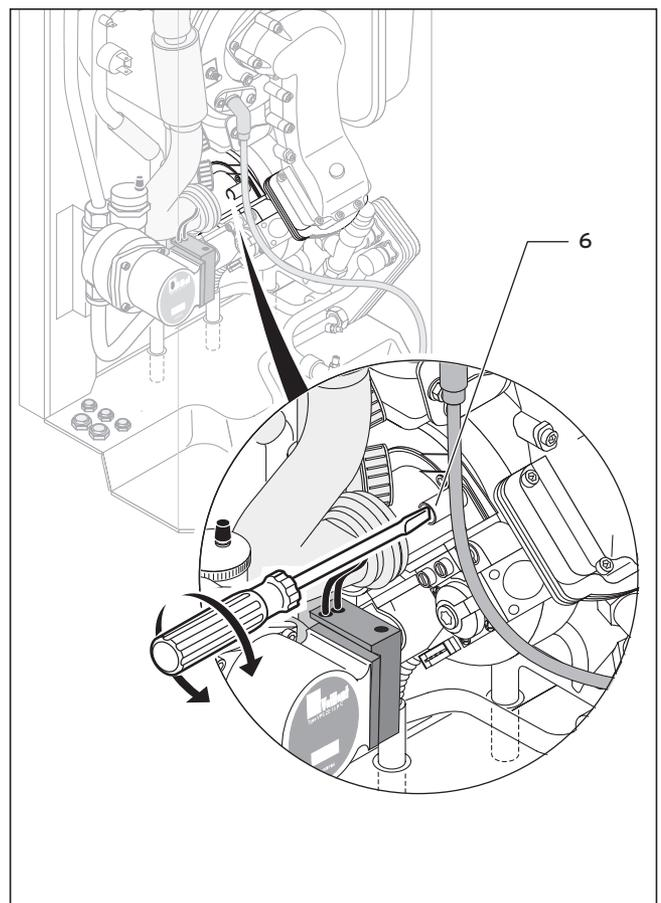

Abb. 5.5 Luftzahl-einstellung (Gaseinstellung) durchführen
- Stellen Sie, falls erforderlich, den entsprechenden Abgaswert (Tabelle 5.3) durch Drehen der Schraube (6) ein (s. Abb. 5.5).